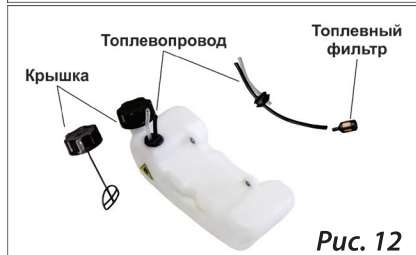

Рис. 12
9.2. Топливный фильтр (рис. 12)